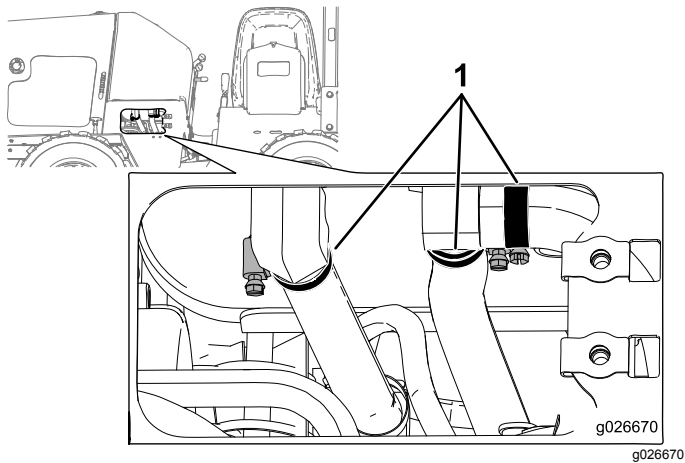

Рисунок 46
6. Снимите левую боковую плоскую крышку и ослабьте 3 шланговых хомута под гидравлическим баком (Рисунок 46).